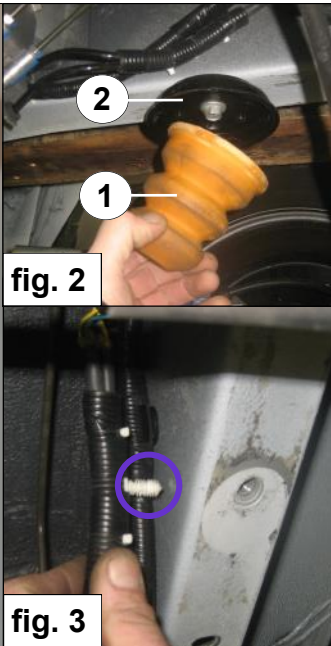

fig. 2
2. Dismount the original buffer 1 and buffer support 2. See Figure 2.
2. Demontieren Sie das Original-Puffer 1 und Behälter 2. Siehe Fig. 2.
2. Démontez le tampon 1 et le support du tampon 2. Voir figure 2.